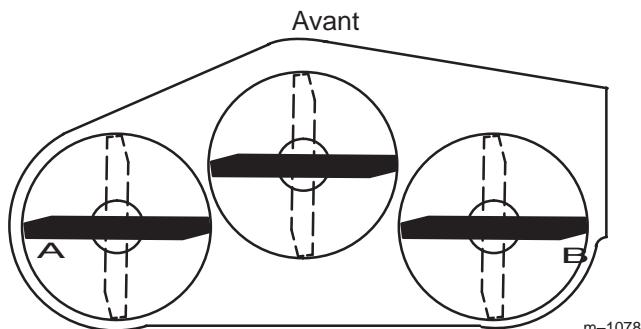
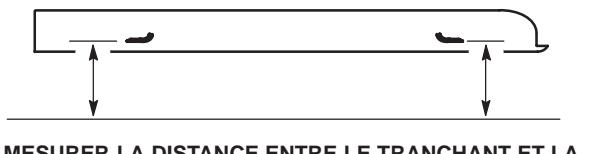

Figure 44
Figure 45
2. Tournez les lames pour qu'elles soient parallèles dans le sens transversal (Fig. 44). Mesurez la distance aux points **A** et **B** (Fig. 44) entre la surface plane et le tranchant des pointes des lames (Fig. 45).